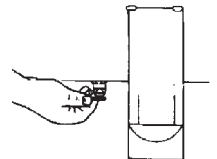

FIGURA 10
9. Abra el purgador **7** para drenar el condensado (agua) del reservatorio (tanque) de aire y ciérrelo enseguida (Figura 10).
A. Drene el condensado (água) del interior del tanque através del purgador 7 (Figura 10, pág. 29).